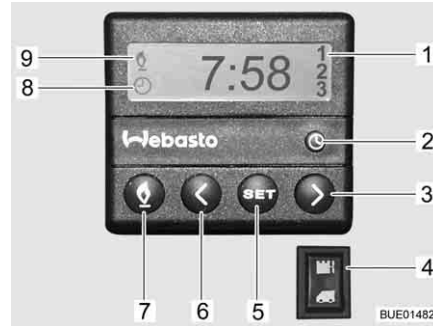

Fig. 133 Unité de commande pour le chauffage d'appoint
- Appuyer sur la touche (Fig. 133,7). Le mode chauffage est indiqué par le symbole (Fig. 133,9). Le ventilateur ne s'allume que quand la température de l'eau de refroidissement atteint 30 °C.
- Appuyer sur la touche (Fig. 133,7). Le symbole (Fig. 133,9) s'éteint.
- Appuyer sur le bas de l'interrupteur (Fig. 133,4). Le moteur est préchauffé. Le ventilateur est immédiatement allumé.
- Appuyer sur le haut de l'interrupteur (Fig. 133,4). Le moteur reste froid.
- Appuyer sur la touche (Fig. 133,2). Le menu réglage de l'heure est indiqué par le symbole (Fig. 133,8).
- Régler l'heure avec les touches (Fig. 133,3 et 6).
- Appuyer sur la touche (Fig. 133,5).
- Régler le temps de démarrage dans les 10 secondes qui suivent avec les touches (Fig. 133,3 et 6).
- Appuyer plusieurs fois sur la touche (Fig. 133,5) jusqu'à ce que le numéro de programme désiré (Fig. 133,1) apparaisse sur l'écran.